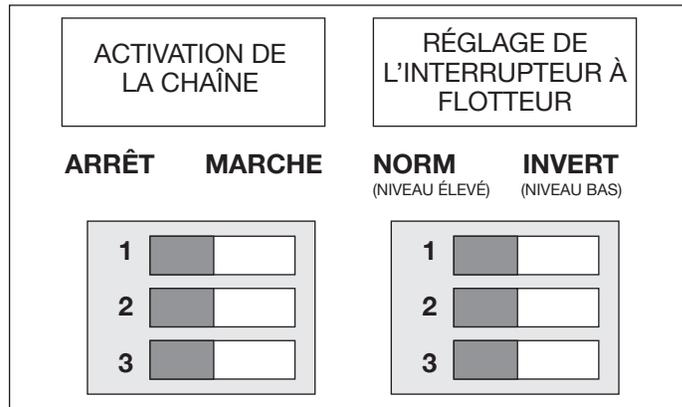

Figure 20-14
1. Activez le commutateur DIP d'activation de la chaîne pour chaque détecteur de carburant qui a été installé (Figure 20-14).
2. Veillez à ce que tous les réglages de l'interrupteur à flotteur soient réglés sur Normal (Niveau élevé) (Figure 20-14).